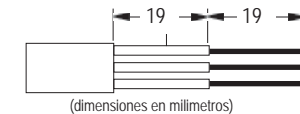

Fig. 1
- Quitar la funda del cable y pelar los conductores como se muestra en la Fig. 1.